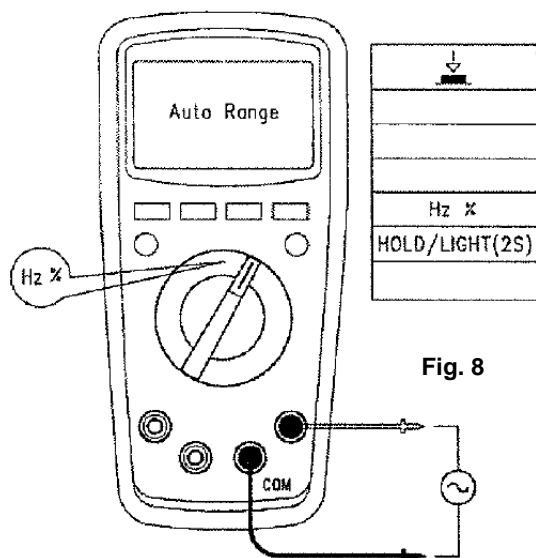

Fig. 8
6. MASURARE FRECVENTA/FACTOR DE UMLERE (doar pentru UT 139B/C) (fig. 8)
Pentru masurarea frecventei, conectati multimetrul ca si in fig.8